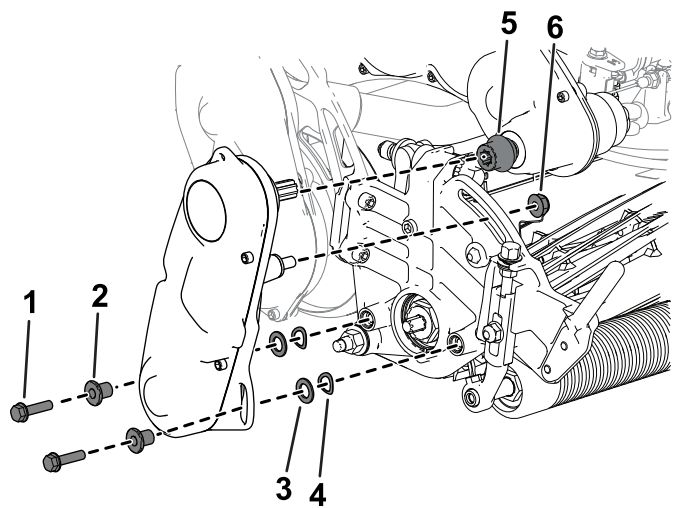

Рисунок 45
6. Используйте ранее снятые винты с внутренним шестигранником, шайбы и проставки, чтобы прикрепить узел привода барабана к боковой пластине режущего блока (Рисунок 45).
- Убедитесь, что ведущий вал привода барабана установлен в муфту ведущего вала трансмиссии (Рисунок 45).